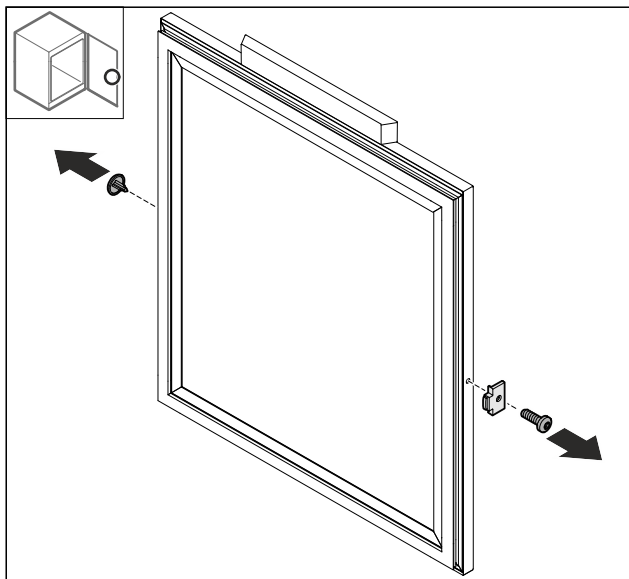

Fig. 69
- ▶ Skinite poklopac Fig. 69 (1).
- ▶ Demontirajte zaustavljivač vrata Fig. 69 (2).